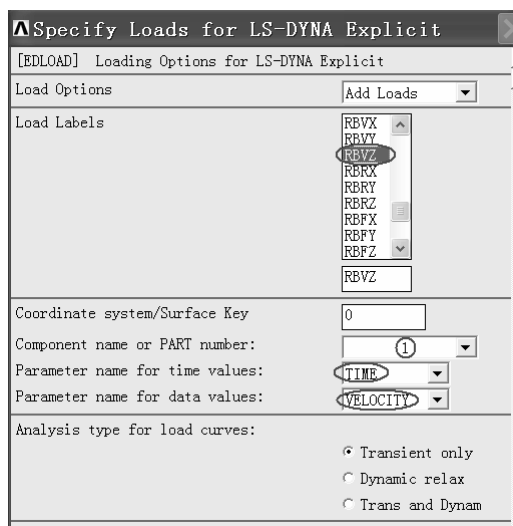

图 5-47 “Specify Loads for LS-DYNA Explicit” 窗口
(1) 依次选择 Main Menu>Preprocessor>LS-DYNA Options>Loading Options>Specify Loads，弹出“Specify Loads for LS-DYNA Explicit”窗口（见图 5-47）。